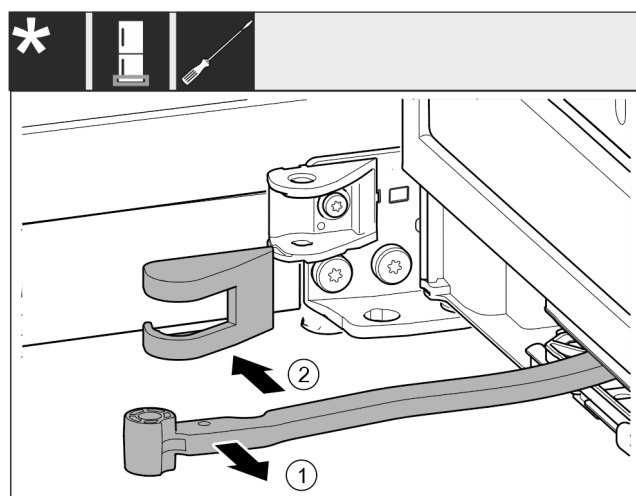

Fig. 14
- Tourner l'articulation en direction de la porte. Fig. 14 (1)
- Retirer le cache du support de palier. Fig. 14 (2)